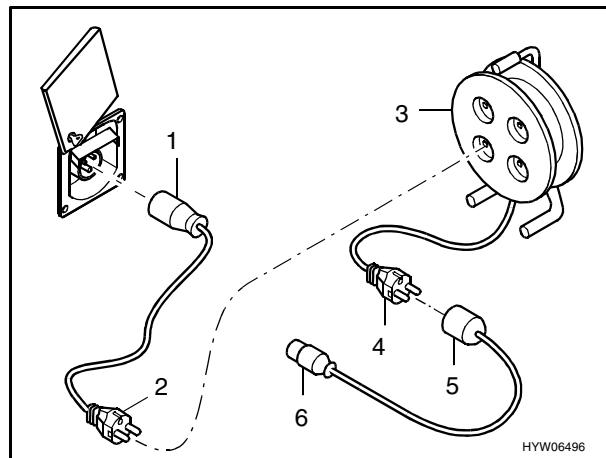

Fig. 69 Possibilità di collegamento per il collegamento a 230 V
- Ribaltare in alto la copertura (Fig. 69).
Giunto di collegamento CEE 17 con contatto di terra (Fig. 69,1) – spina con contatto di terra (Fig. 69,2).
Presa con contatto di terra (Fig. 69,3) – spina con contatto di terra (Fig. 69,4).
Giunto di collegamento con contatto di terra (Fig. 69,5) – spina CEE 17 con contatto di terra (Fig. 69,6).